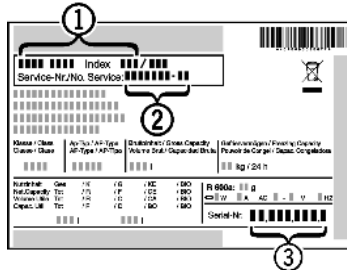

Fig. 20
- ▶ Наименование устройства Fig. 20 (1), сервисный № Fig. 20 (2) и серийный № Fig. 20 (3) считайте с заводской таблички. Заводская табличка находится внутри устройства слева.
- ▶ Обратитесь в сервисную службу и сообщите вид неисправности, наименование устройства Fig. 20 (1), сервисный № Fig. 20 (2) и серийный № Fig. 20 (3).